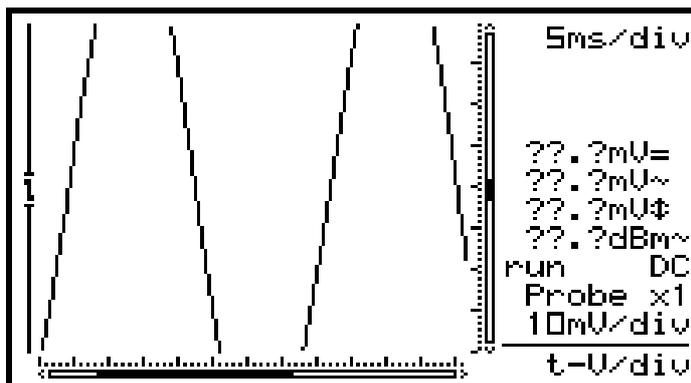

Fig 23
- Se o sinal sair do ecrã ou for muito pequeno para fazer as leituras necessárias, aparecerá ??? (Ver Fig. 23)